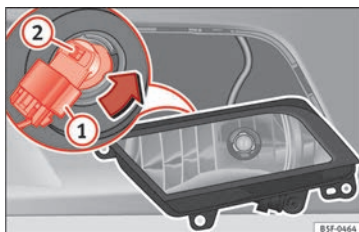

Bild 107 Dimljus fram.
- Ta bort kontakten » **bild 107** ① från glödlampsan.
- Vrid lamphållaren » **bild 107** ② till vänster och dra.